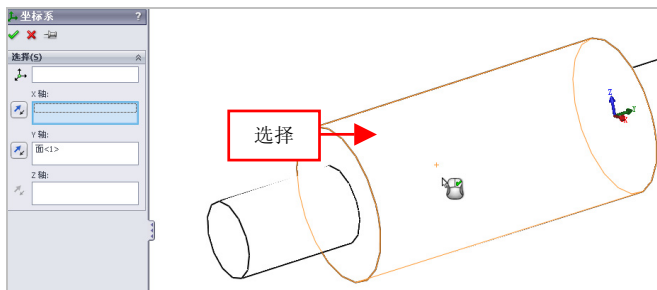

图 4-42 选择中间的圆柱面
(2) 在【特征】选项卡中, 单击【参考几何体】右侧的下拉按钮, 在弹出的下拉列表中, 单击【坐标系】按钮, 弹出【坐标系】属性管理器, 单击【Y 轴】下方文本框, 选择中间的圆柱面, 如图 4-42 所示。